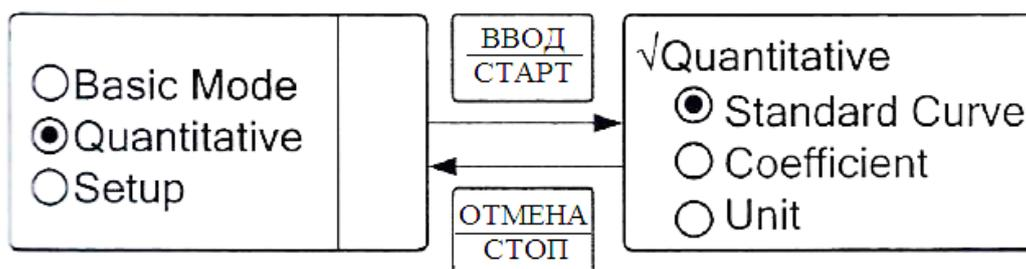

Рисунок 9. Меню выбора режимов измерения качественным методом
2.4.2.2. Находясь в главном меню п. 2.3., выберите Количественный метод (Quantitative), для этого установите курсор напротив нужного метода и нажмите кнопку “ВВОД/СТАРТ”. На дисплее спектрофотометра появится меню выбора режимов измерения КОНЦЕНТРАЦИЙ ПО СТАНДАРТНЫМ ОБРАЗЦАМ (Standard Curve); режим измерения с РАСЧЕТОМ КОНЦЕНТРАЦИЙ ПО КОЭФФИЦИЕНТАМ (Coefficient), а также выбор единиц измерения концентраций (Unit). Меню выбора изображено на рис. 9.